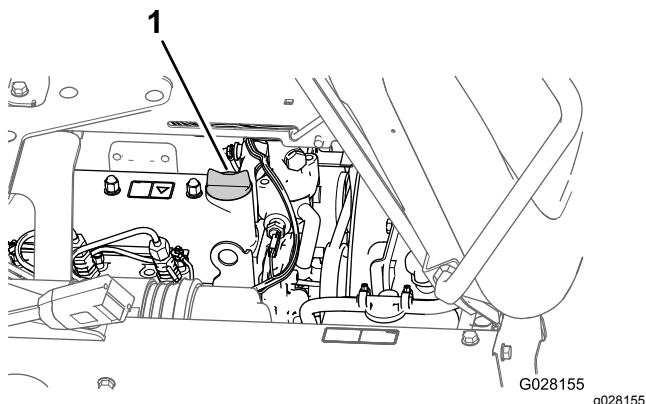

Рисунок 73
- Снимите крышку маслозаливной горловины с крышки клапанного механизма двигателя и медленно залейте примерно 80% указанного количества масла в заливную горловину (Рисунок 73).
- Установите крышку маслозаливной горловины (Рисунок 73).